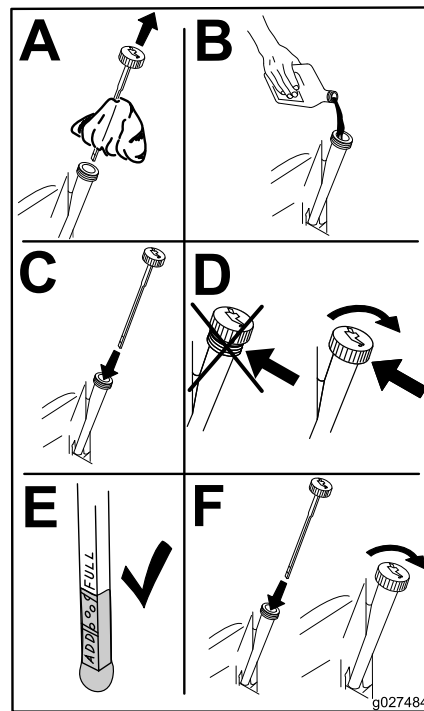

Figura 32
6. Vierta lentamente un 80% aproximadamente del aceite especificado por el tubo de llenado, luego añada lentamente el resto del aceite hasta que llegue a la marca de **Lleno** (Figura 32).